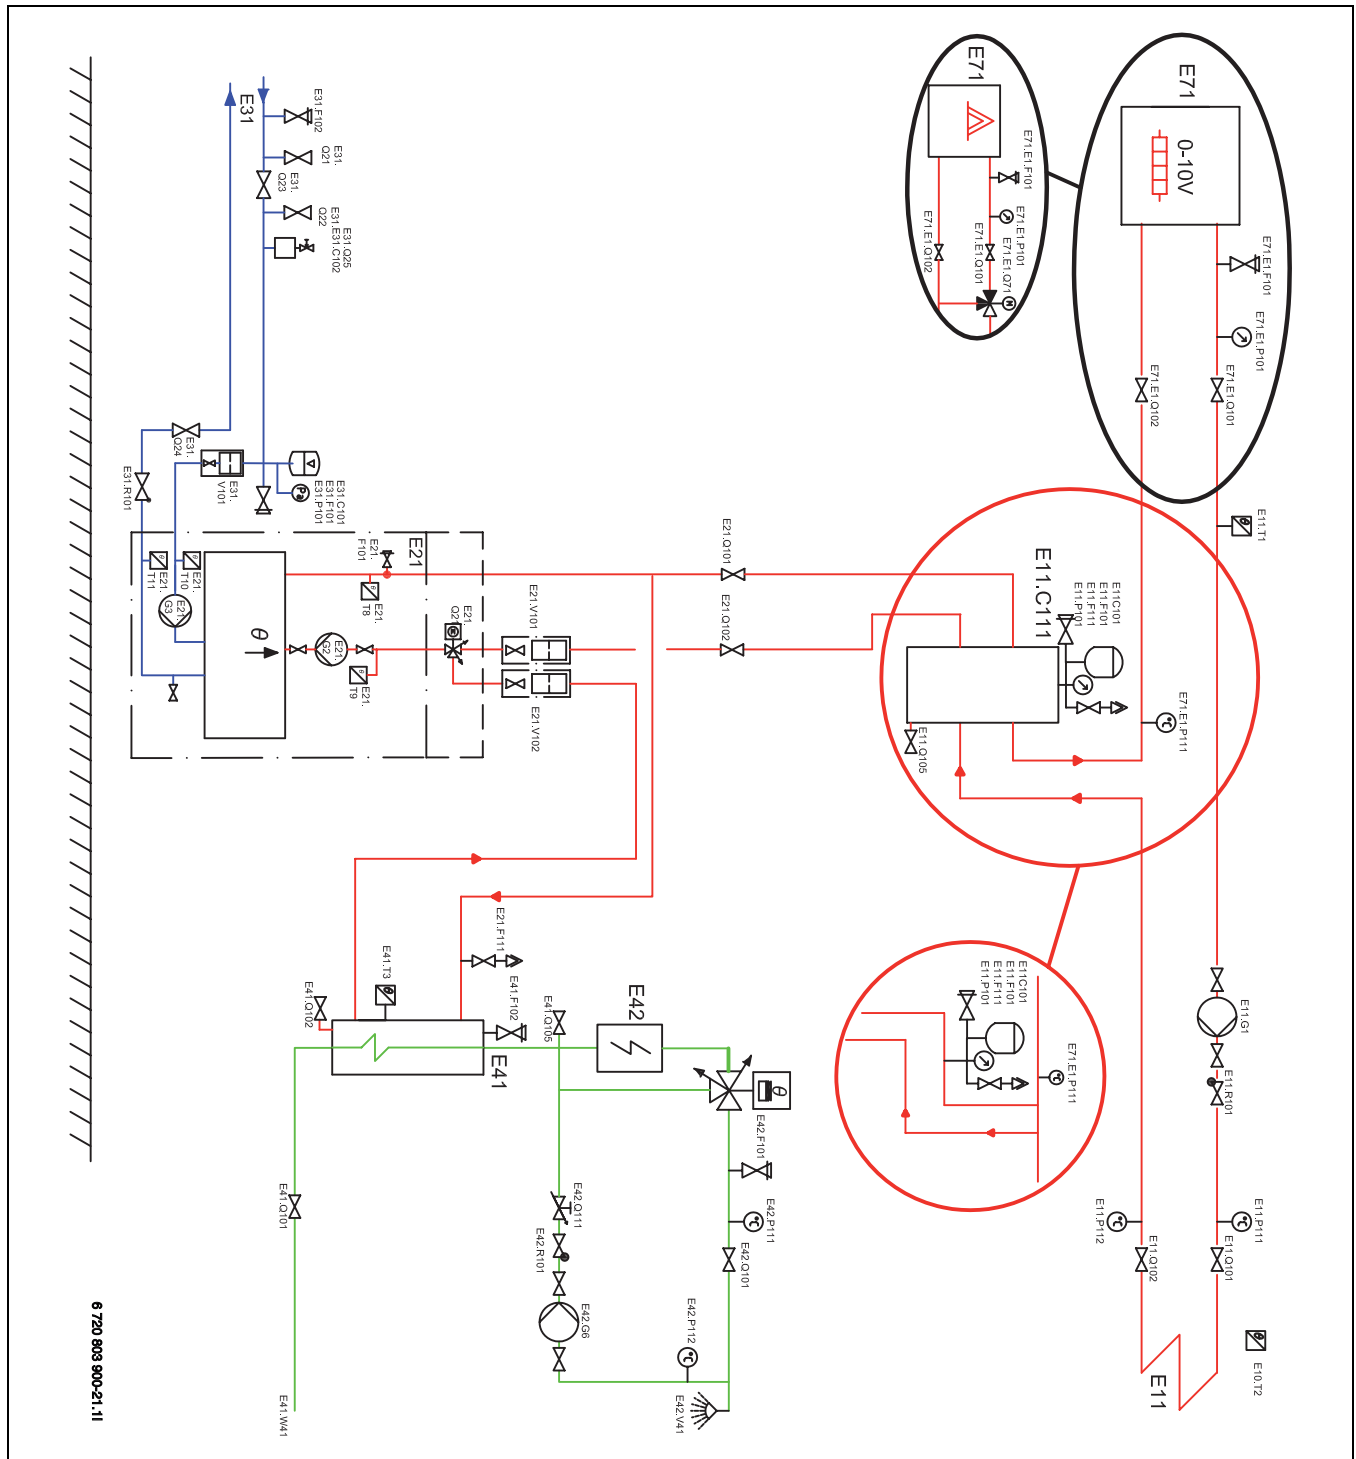

Bild 12 System med mer varmvattenbehov
8.4.1 System med mer varmvattenbehov (→ Bild 12)